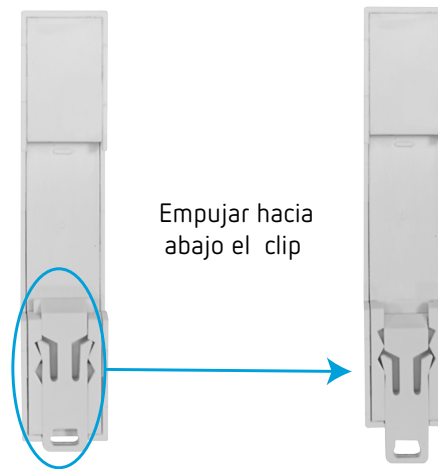

Figura 1:Empujar hacia abajo el clip.
- 2.- Empujar hacia abajo el clip de la parte posterior del equipo, ver la **Figura 1**.